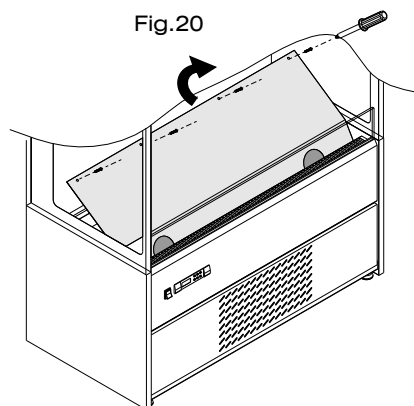

Fig.20
- Retirer les vis arrière de la tôle de soutien des ventilateurs et la faire pivoter jusqu'à ce que la partie inférieure soit accessible (voir Fig. 20)